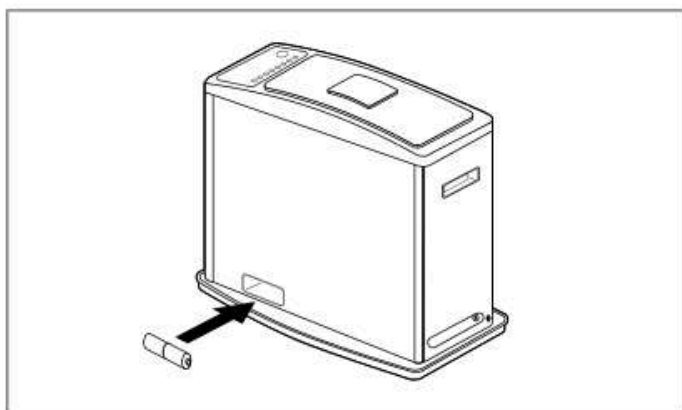
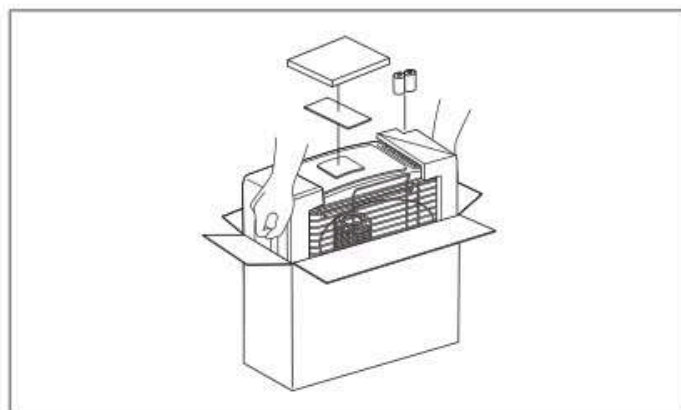

Рис. 15
Рис. 16
Чтобы Ваш нагреватель работал в следующем сезоне также хорошо, как и в нынешнем, необходимо выполнить следующие действия для его консервации при хранении (Рис. 15 и Рис. 16).
- Вынуть батарейки из батарейного отсека (Рис. 15). Отвернуть 5 винтов, снять кожух с решеткой. Снять горелку. Снять регулятор фитиля с топливного картриджа. Просушить топливный картридж. Щеткой и/или отверткой удалить весь нагар, смолистые отложения и сажу с регулятора фитиля, держателя фитиля и с горелки.